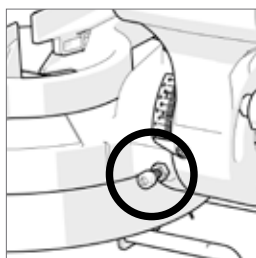

Fig. 17
- Utilisez une clé hexagonale pour ajuster la vis de réglage vers l'intérieur ou l'extérieur, selon les besoins. **(Fig. 17)**